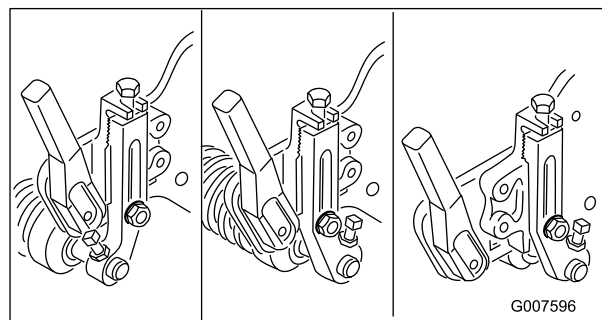

図 50
**注** 芝刈り作業の種類や好みにより、前ローラの取り付け方は、以下の 3 種類から選択します（図 50）。